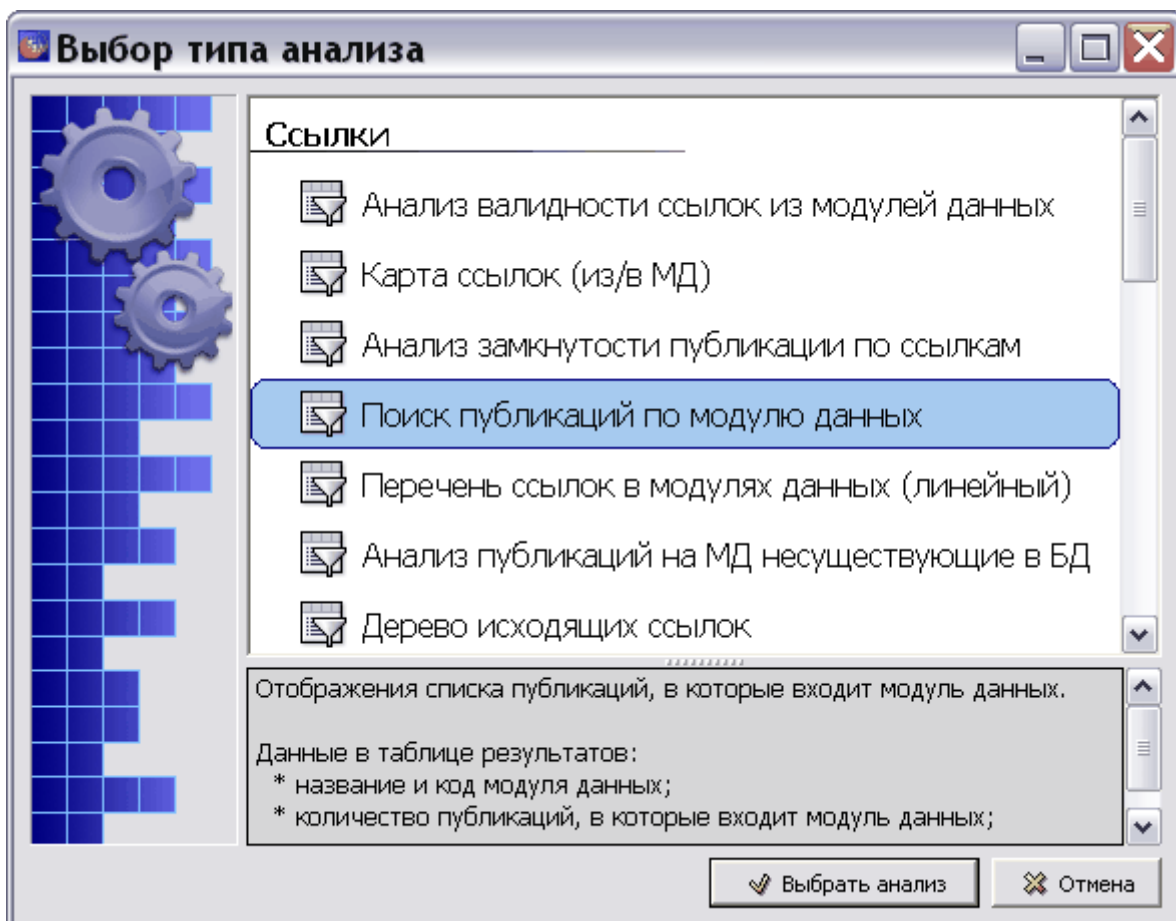

Рис. 8.147
1. В окне **Выбор типа анализа** выберите тип анализа «Поиск публикаций по модулю данных» (Рис. 8.147).